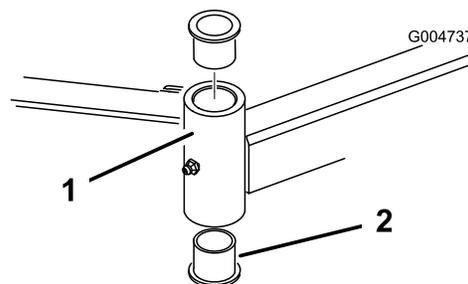

Figura 81
- Inserite un punteruolo nella parte superiore o inferiore del tubo di fissaggio, e spingete la boccola fuori del tubo (Figura 81). Estraete dal tubo anche l'altra boccola. Pulite l'interno dei tubi di fissaggio.